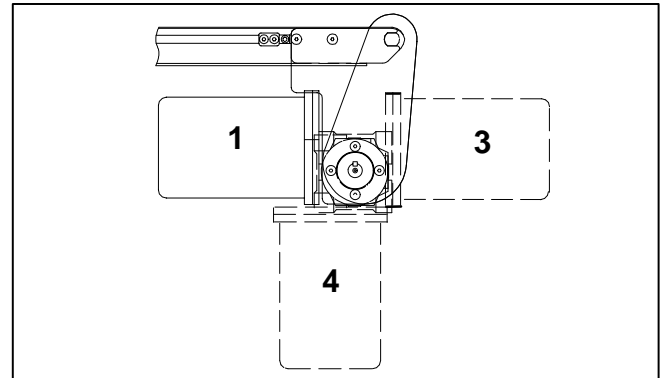

Abbildung 4
**HINWEIS:** Getriebemotor kann in Positionen 1, 3 oder 4 betrieben werden (Abbildung 4). Bei Betrieb in Position 4 kann zusätzliche Unterstützung erforderlich sein. Für Einzelheiten wenden Sie sich bitte an das Werk.